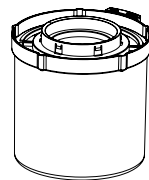

図2
- ② ウォータータンクを取り外してください。(図2)
- ③ ウォータータンクを傾かせて余った水を取り流してください。